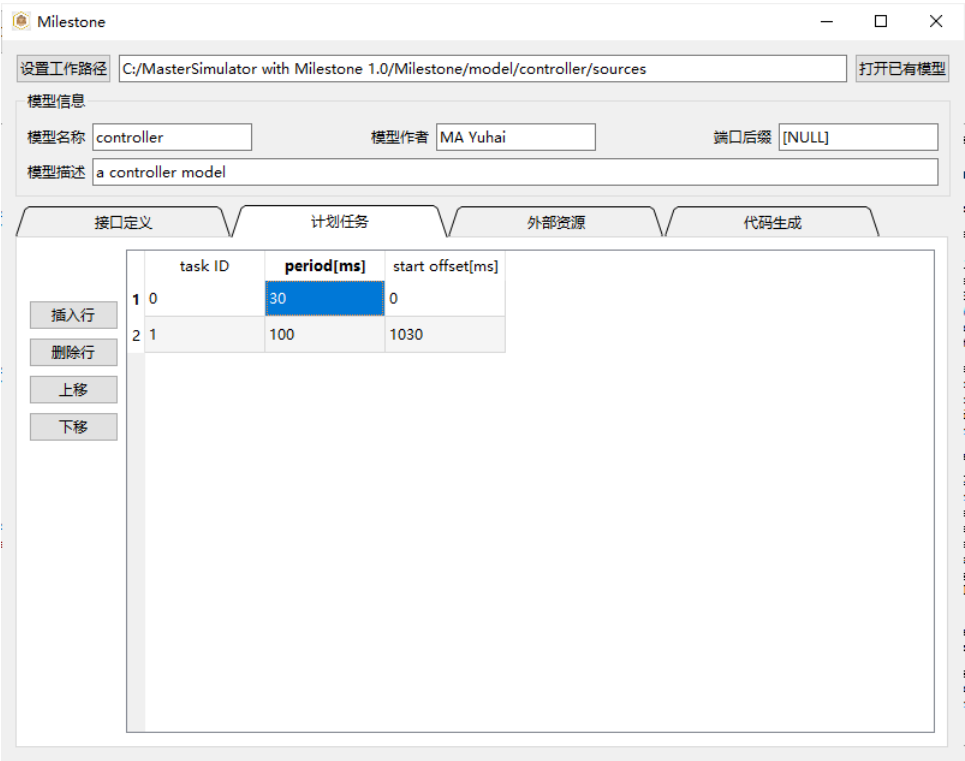

图 4.6: 定义计划任务
- 点击上方标签页，切换至“计划任务”，如 图 4.6。其中 **task ID** 为可选的录入区域，系统会自动从零开始编号；按照表头键入任务的定时周期和启动偏移时间；左侧的编辑按钮可对已经录入的行进行整体编辑。